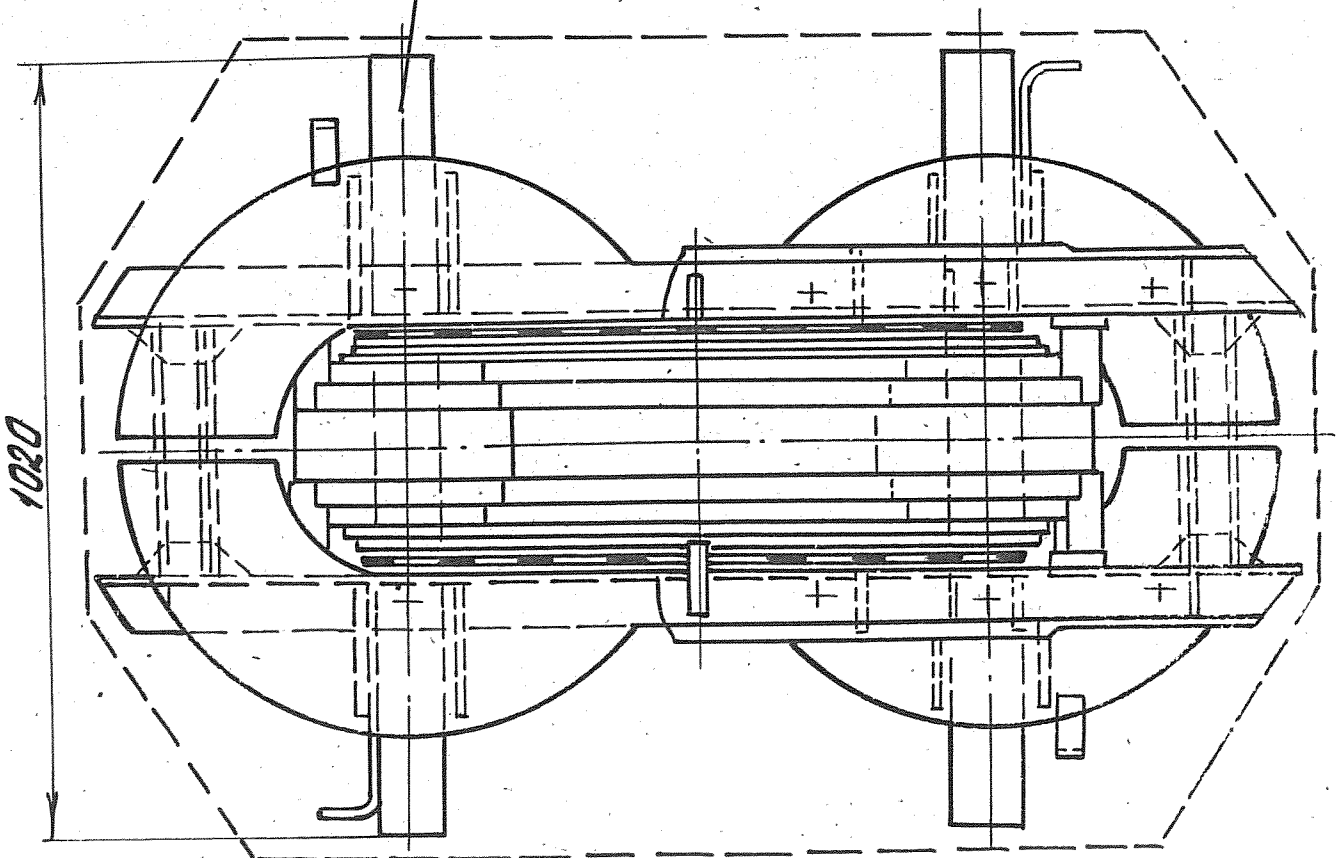

Рис. 5.1. Расположение опорных планок трансформаторов ОЦЭ 5000/25Б и ОЦР 5000/25В.
5.2.3.1. Перед расшихтовкой магнитопровода вывернуть и вынуть из нижних консолей болты М20х40 (ОЦР-5000/25В, ОДЦЭ-5000/25Б) или М16х35 (остальные типы ) с пружинными шайбами и отнять от остова опорные планки (пластины) (рис.5.1, 5.2, 5.3).